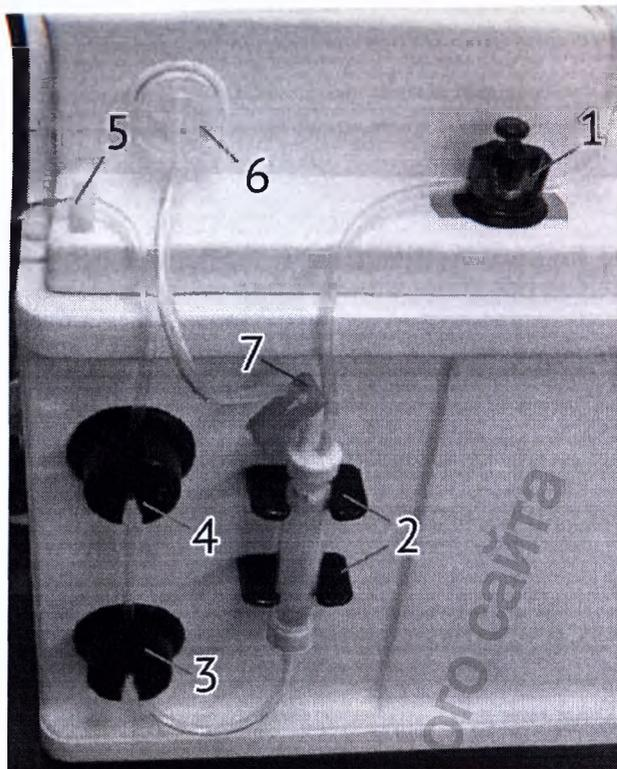

Рисунок 8 - Донорская линия
- Вставить трубку (п.12) в клапан донора (1,рис.8);
- Установить камеру с фильтром крови (п.27) в держатель фильтра (2,рис.8);
- Установить трубку (п.16) сначала в датчик DLAD2 (3,рис.8), затем в DLAD1 (4,рис.8);
- Вставить трубку (п.16) после DLAD1 в направляющую (5,рис.8) линии.
- Установить фильтр гидрофобный (п.30 или 6, рис.8) в держатель фильтра ДДД/ДДС. Для этого нажать на кольцо ДДД/ДДС и повернуть его на четверть оборота по часовой стрелке, для фиксации фильтра;
- проверить зажим (п.24 или 7, рис.8) должен быть открытым.